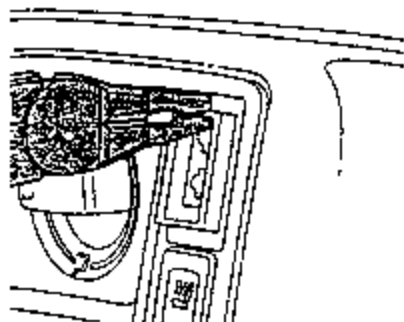

图 11-106 取出可加热的后窗玻璃开关
- ②用钳子取出可加热的后窗玻璃开关，如图 11-106 所示。
- ③断开并拔出可加热的后窗玻璃开关插头。